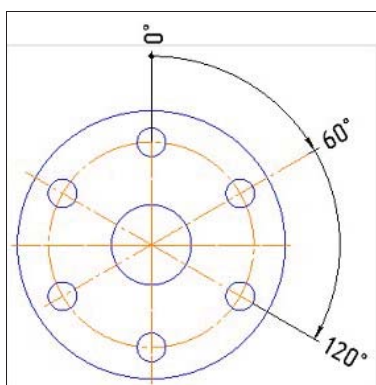

Рис. 12.31. Вариант простановки угловых размеров от общей базы
- ◆ У вас должна получиться простановка размеров, как на рис. 12.31.